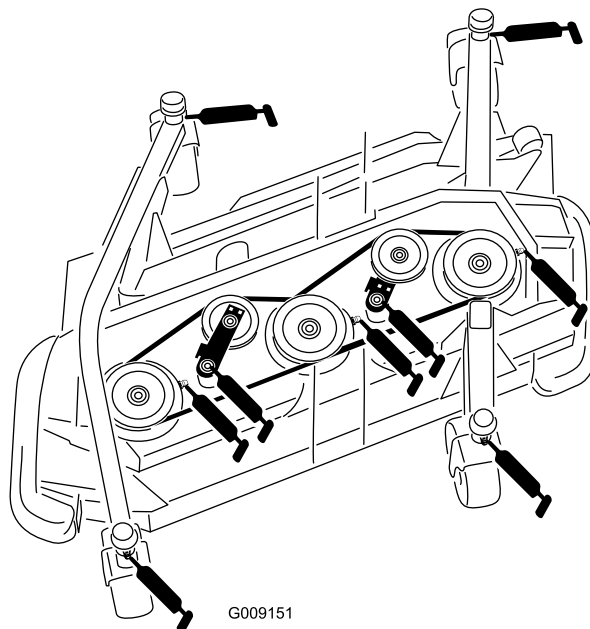

Figura 82
- 4 casquilhos de eixo da forquilha da roda giratória (Figura 82)
- 3 rolamentos do eixo (localizados na cobertura do eixo), conforme se mostra na Figura 82
- 2 casquilhos da articulação do braço intermédio (localizados no eixo da articulação intermédia), conforme se mostra na Figura 82